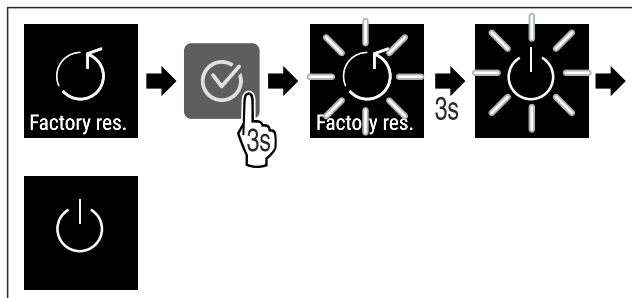

Fig. 101
- ▶ Eseguire i passi (vedere Fig. 101) .